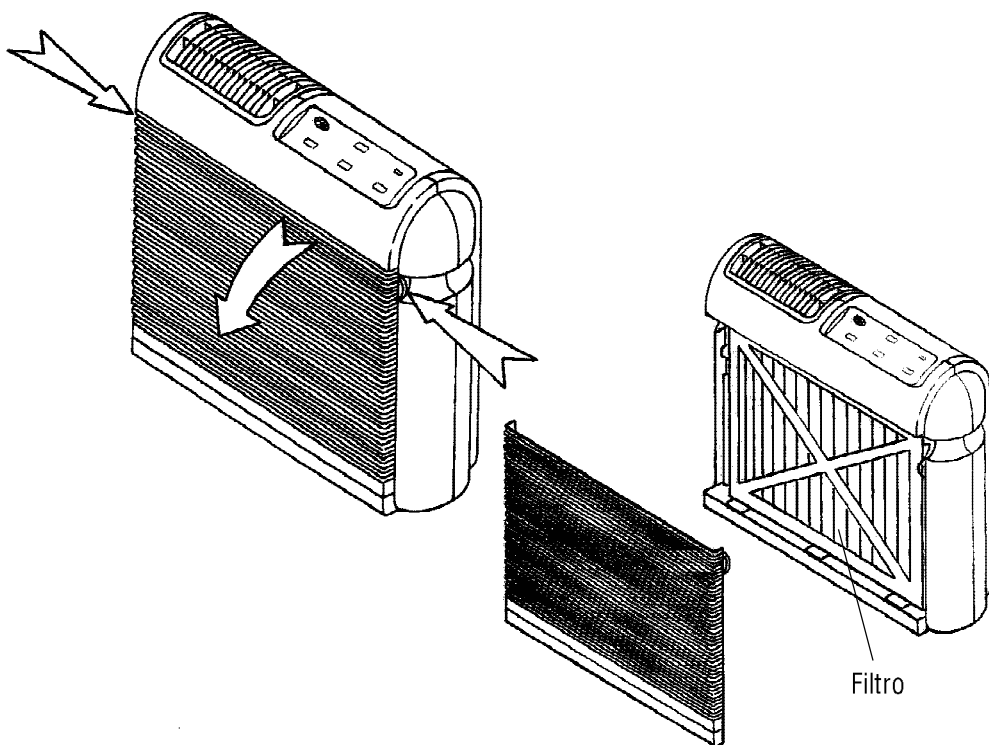

Fig. 4
- Quitar la reja presionando sobre las pestañas de retención tal como se indica en la Fig. 4.